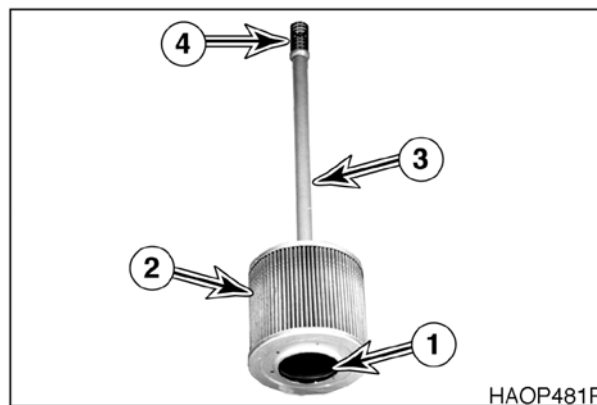

Рис. 14
Крышка заливки гидравлического масла также служит крышкой обслуживания сетчатого фильтра гидравлического масла. Важно заменять эту крышку и компоненты в правильном порядке и ровно. Фильтр (2, рис. 14), стопорный стержень (2) и пружина (4) собраны, как показано на рис. 14. Отверстие (1) в основании фильтра устанавливается на круглое основание в дне резервуара. Стопорный стержень (3) ввинчивается в верхнюю часть фильтра (2), но пружина (4) надевается сверху на стержень. Следует соблюдать осторожность, чтобы не уронить пружину в бак во время повторной сборки.